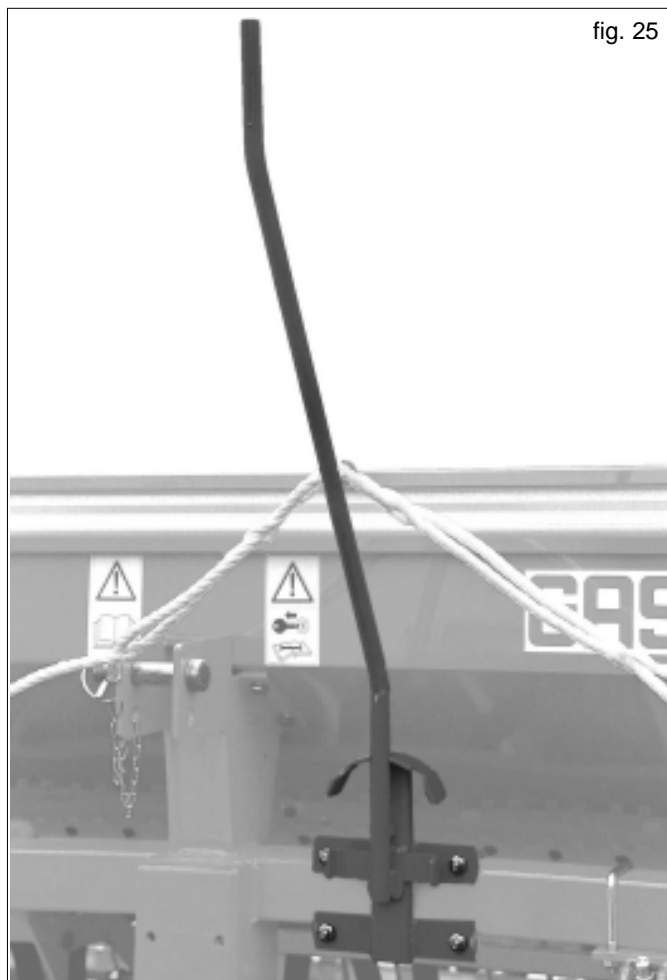
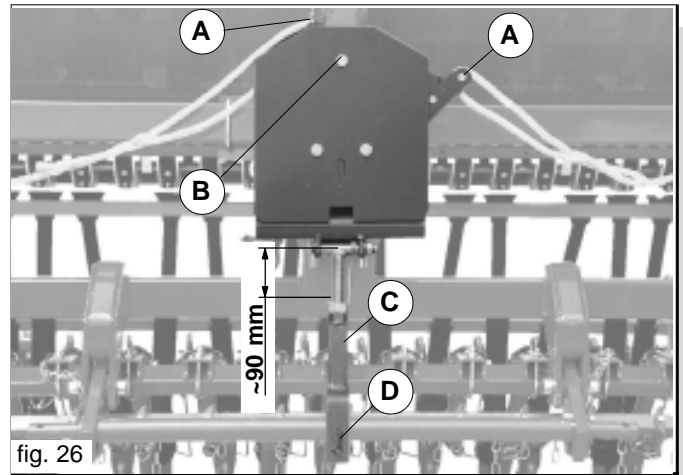

fig. 25
fig. 26
L'inversione dei bracci segnafile viene azionato tramite un comando di cui è provvista la seminatrice. L'operazione sarà quindi manuale dal trattore con il dispositivo a leva (Fig. 25), con il movimento del sollevatore se il dispositivo è automatico (Fig. 26), oppure a comando oleodinamico (Fig. 27).
**Comando Segnafile Automatico** (Fig. 26)
Il comando automatico abilita il segnafile alternativamente a destra o sinistra ad ogni azionamento del sollevatore della trattrice. Per qualsiasi motivo si debba azionare il sollevatore senza invertire i bracci segnafile, dal posto guida disinnestare il movimento per mezzo di una corda agganciata all'anello (D Fig. 26).
**Regolazione** (Fig. 26)